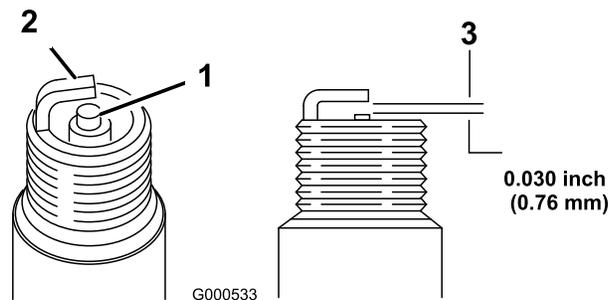

Figure 19
5. Réglez l'écartement des électrodes à 0,76 mm, comme montré à la Figure 19.